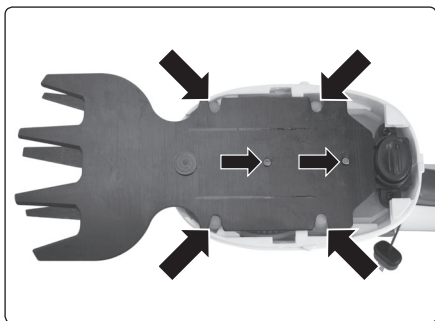

Abb. 4
- 1. Stecken Sie den Schneidaufsatz zum Gras- oder Heckenschneiden so auf die Akku-Schere, dass die Kunststoff- und die Metallbolzen an den entsprechenden Stellen laut Abb. 4 gelagert sind.**